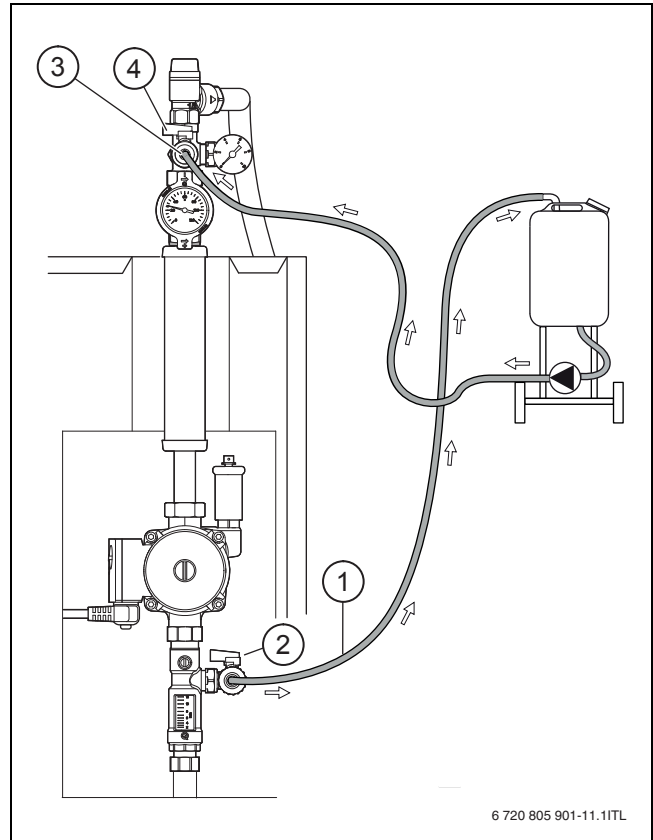

Fig. 19 Llenar el sistema solar
- ▶ Conectar el dispositivo de relleno (→ fig. 19).
- ▶ Cerrar la llave de paso inferior (→ fig. 19, [2] pág. 16).
- ▶ Cuando se haya alcanzado la presión de servicio, cerrar la llave de paso superior (→ fig. 19, [4], pág. 16).